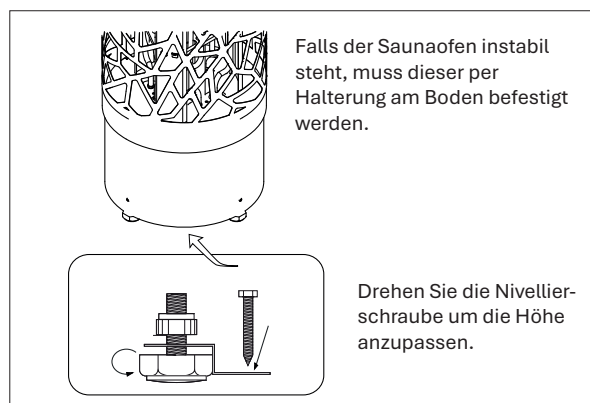

Abb. 2
1. Der Standofen muss direkt am Boden fest verschraubt werden, um ein unbeabsichtigtes Verrücken oder Umkippen zu verhindern (siehe Abb. 2).